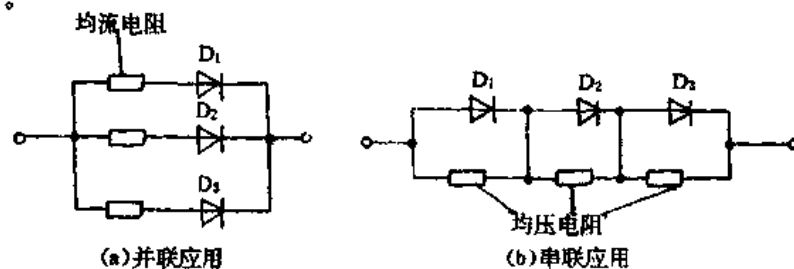

图6-7 用不同规格二极管代换整流二极管
(1) 检波二极管损坏后,可用专门用于检波的国产管代换,其型号有:2AP1~2AP17、2AP21~2AP28、2AP30等,其中2AP9、2AP10应用得最多;也可以用废高频三极管(如3AG型)代换。高频三极管损坏后,一般还有一个PN结(如b-e结)是好的,经万用表测量其正、反向电阻正常后即可使用,需注意的是,低频二极管及高频硅管不能代换检波二极管。
(2) 整流二极管的代换原则是:一是选用同规格的代用;二是在用其它性能相近的二极管代换时,必须保证其反向耐压和最大整流电流不能低于原二极管,否则易烧毁;三是用废三极管代换,不论是高频还是低频三极管,虽要符合上述两条要求及b-e结完好,均可用于代换,特别是损坏的大功率三极管(如功放管、调整管、行管等)最适合代换整流二极管。另外,如图6-7所示,如果用其它型号的二极管代换,而其最大整流电流又小于原二极管时,可用几只二极管并联起来代用,如图6-7(a)所示,为了使每个整流二极管流过的电流相等,应在每个二极管上串一只均流电阻,均流电阻约为每个二极管正向电阻的3~4倍;如果反向耐压较小时可用几只二极管串联起来代用,如图6-7(b)所示,只是应在每个串联二极管上并联一只大的均压电阻,以防止分压不均而击坏二极管,一般均压电阻为整流二极管反向电阻的几分之一。